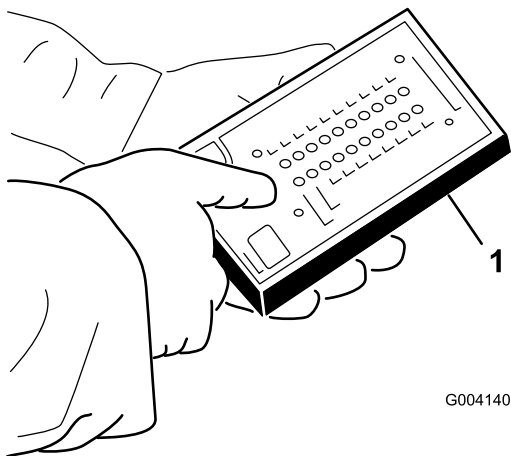

Figura 22
4. Conecte el conector de la pantalla diagnóstica ACE al conector diagnóstico (Figura 22).